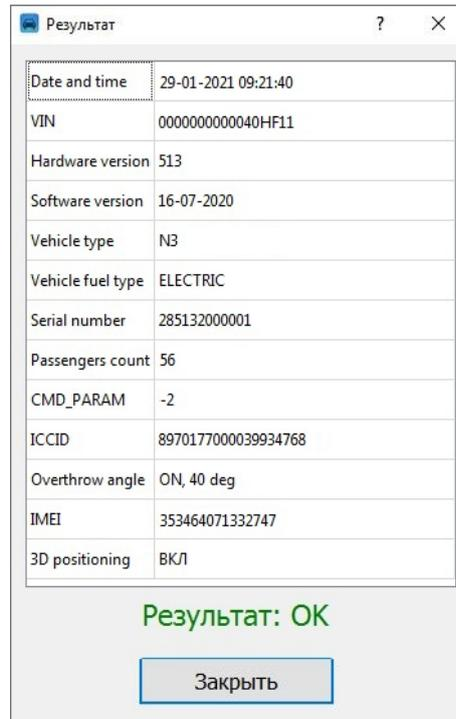

Рисунок 8 – Окно «Результат»
- дождаться завершения считывания параметров и отображения окна программы «Результат» (Рисунок 8);